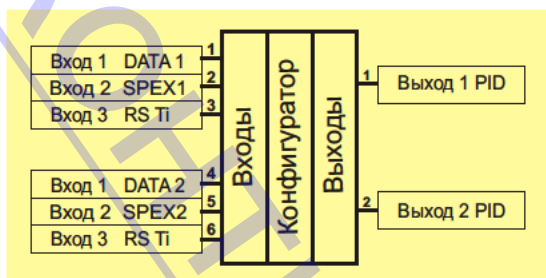

Рис. 83. Структура функционального блока "Регулятор"
9.4.7 Блок **Регулятор** является 2 х элементным. Каждый элемент имеет 3 входа и 1 выход. Схематическое изображение архитектуры блока смотрите на Рис. 83.